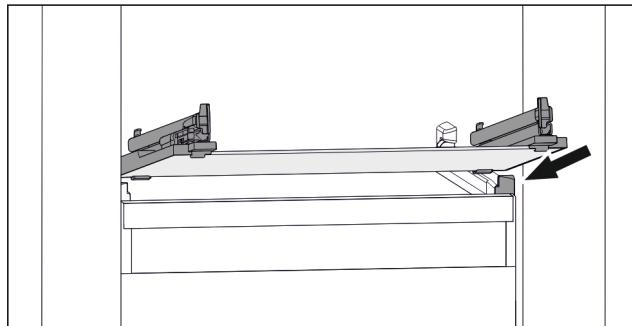

Fig. 99 Príklad zobrazenia sklenenej dosky
- Nasadte sklenenú dosku šikmo za zarážkami. (pozri Fig. 99)